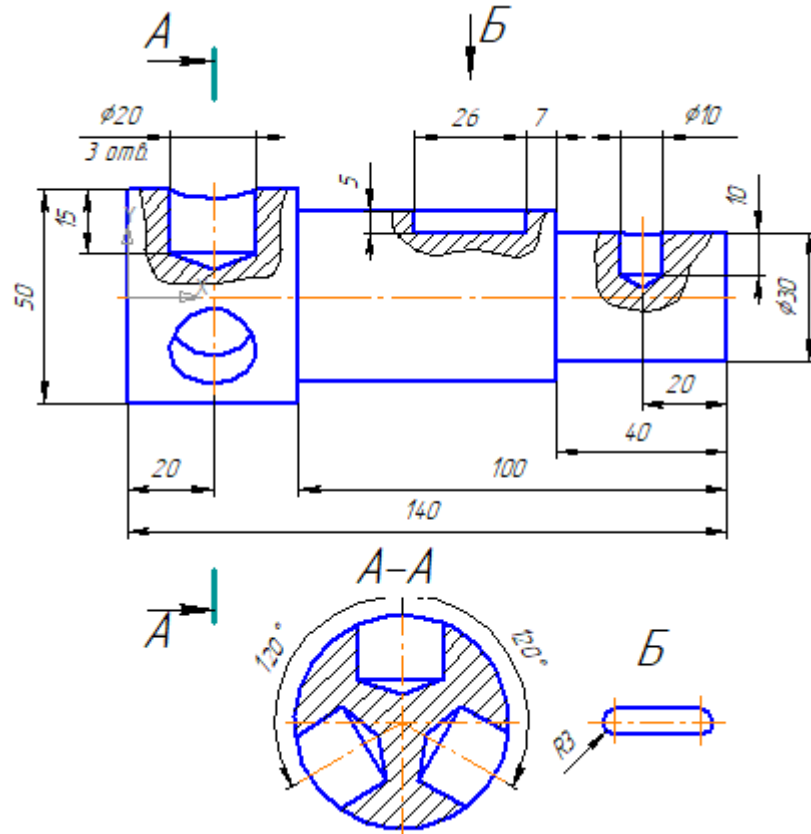
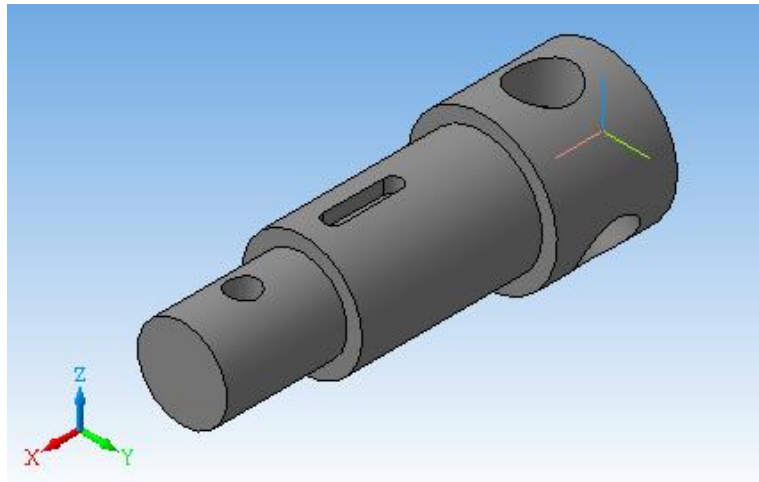

Рис. 4.13. Креслення деталі
Рис. 4.14. 3D модель деталі
На рис. 4.13 приведено зображення, на основі якого створена тривимірна модель деталі (рис. 4.14).
1. Використовуючи команди тривимірного моделювання відповідно до вихідних даних (рис. 4.13), створити модель ступеневого вала (рис. 4.14).
4. Для отворів виконуються ескізи з урахуванням подальшої операції - *Вирізати обертанням*. Розміри і форму ескізу задати, використовуючи креслення деталі (рис. 4.13).
7. Кінцевий варіант представлений на рис. 4.14.